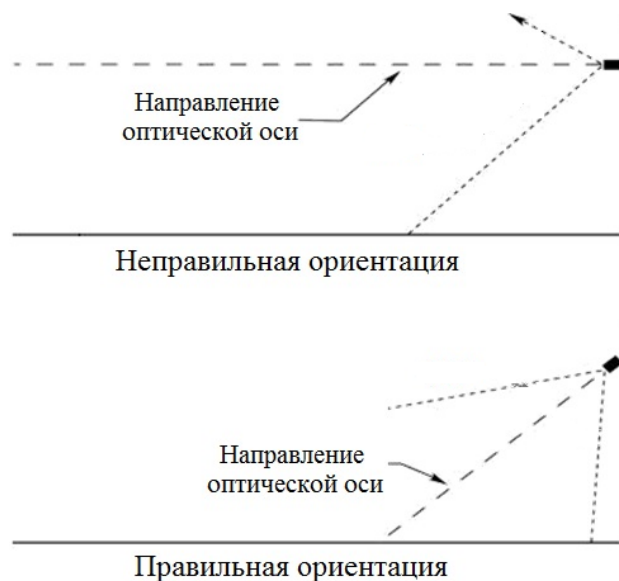

Рисунок 2 – Установка термокожуха с ИК-подсветкой по отношению к горизонту
- ИК-подсветку рекомендуется нацеливать на объект по нисходящей под углом к горизонту, по крайней мере, 10 - 20 градусов (см. рис. 2). Такая установка предотвращает скопление влаги на смотровых окнах.